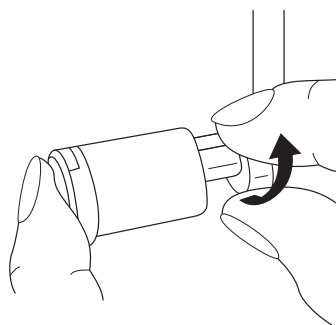

Fig. 2
Pour ce faire, appuyez la lame supérieure ❶ vers la droite et tournez-la un peu, afin d'assurer une bonne assise (Fig. 2 et 3).